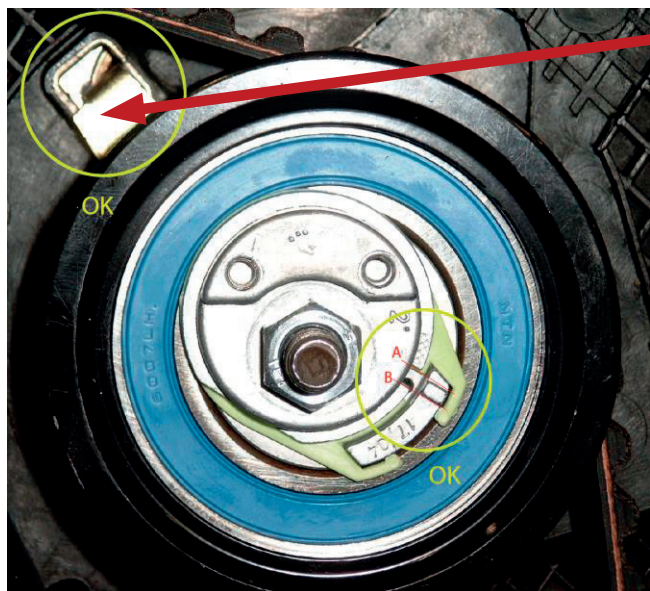

РИС. 3
4. Установите новый натяжитель (завинтите гайки вручную до отказа). Индексный ярлык должен располагаться строго напротив гнезда (рис. 3), **напротив правой его части**. Установите новые направляющие ролики.